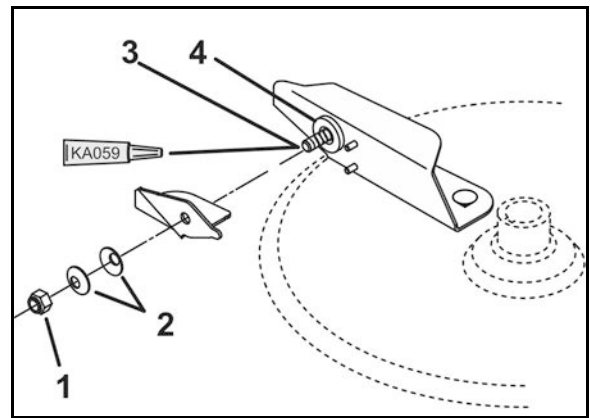

Fig. 115
1. Skru av de to dekkplatene (Fig. 115/1) på innsiden av bremsetrommelen.
Smuss som har trengt inn kan feste seg på bremsebelegget (Fig. 115/2) og føre til vesentlig nedsatt bremseeffekt.